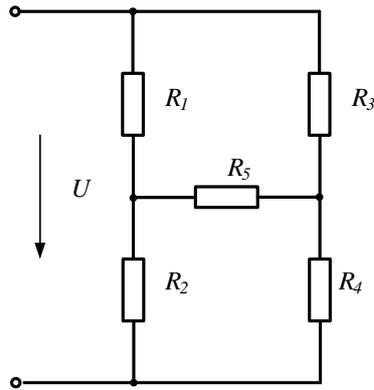

Рисунок 25
**Задача 22.** В цепи (рис. 25) сопротивления  $R_1=2\text{Ом}$ ,  $R_2=3\text{Ом}$ ,  $R_3=4\text{Ом}$ ,  $R_4=5\text{Ом}$ ,  $R_5=8\text{Ом}$  и напряжение на зажимах цепи  $U=80\text{В}$ . Определить токи в